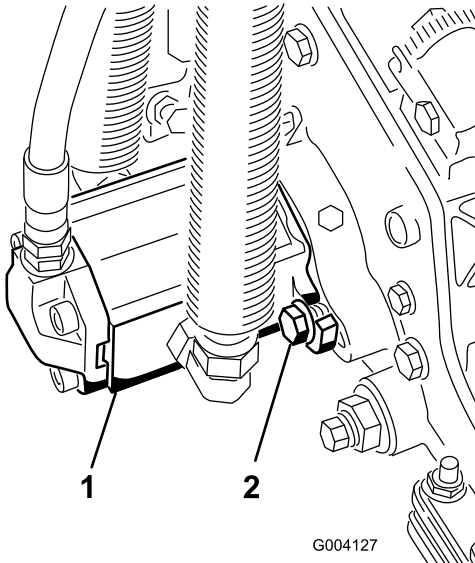

Bild 13
16. Montieren Sie den Motor; drehen Sie ihn nach rechts, damit die Motorflansche nicht die Schrauben berühren (**Bild 13**). Drehen Sie den Motor nach links, bis die Flansche die Schrauben umgeben. Ziehen Sie die Schrauben dann an.